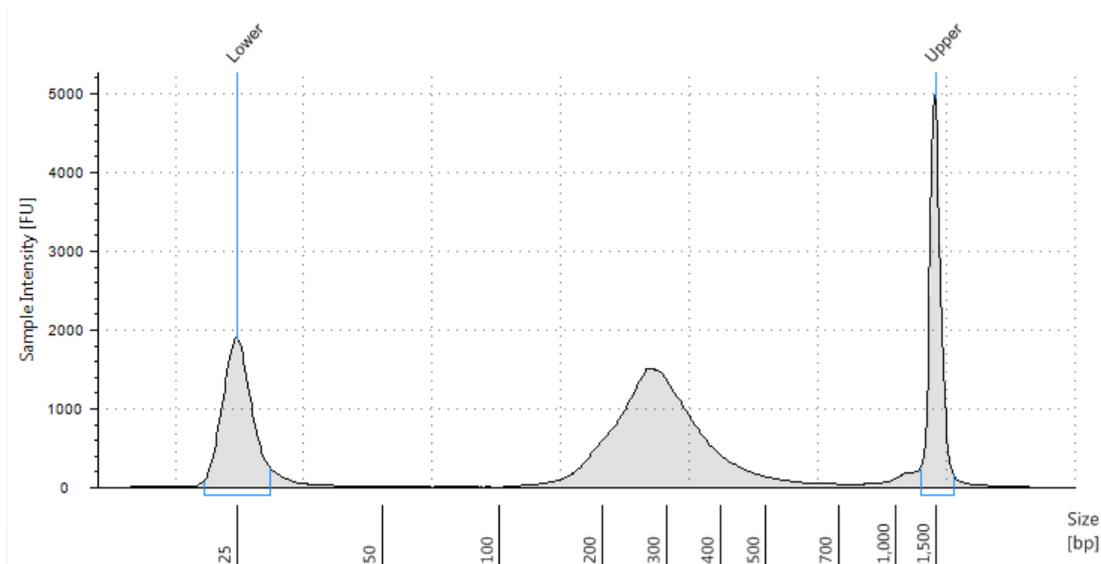

図 5 断片化した gDNA の 2200 TapeStation と D1000 ScreenTape による泳動図。200 - 300 bp 付近の位置にピークトップがあることを確認します。
3. 結果をチェックします。図 5 の泳動図のような分布が得られ、200 - 300 bp 付近にピークトップがみられることを確認します。